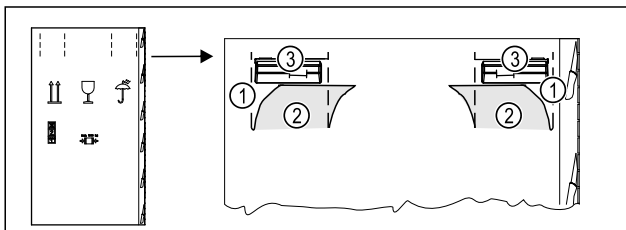

Fig. 6
- ▶ Продавити пакувальний картон зверху по лінії перфорації Fig. 6 (1).
- ▶ Витягнути видавлені частини Fig. 6 (2).
- ▶ Зліва і справа видно ручки для перенесення Fig. 6 (3).
- ▶ Взяти пристрій за ручки для перенесення Fig. 6 (3).